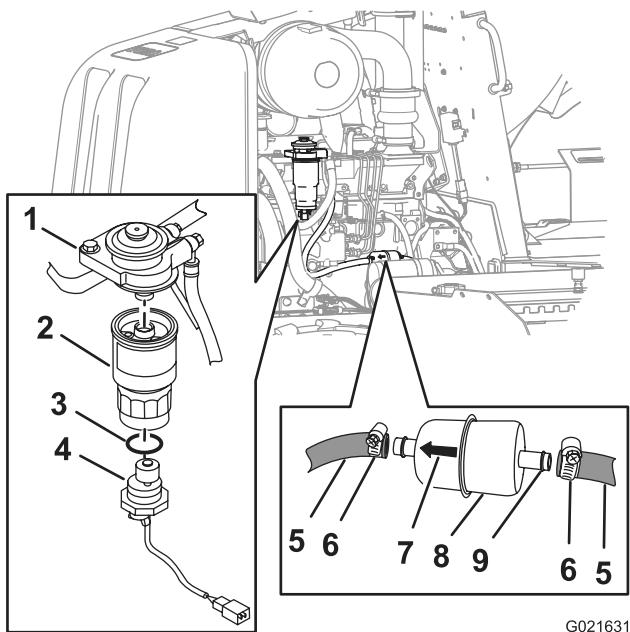

Figura 130
4. Solte as abraçadeiras das mangueiras e desconecte o filtro de combustível primário das mangueiras de combustível (Figura 130).
5. Alinhe no novo filtro de combustível primário com as mangueiras, com a seta impressa no filtro apontada para frente (Figura 130).
6. Encaixe as mangueiras sobre a respectiva espiga no filtro de combustível primário e aperte as abraçadeiras (Figura 130).
- C. Segure com firmeza o elemento do filtro de combustível secundário e gire o sensor de água no sentido anti-horário, removendo o sensor de água (Figura 130).
- D. Segure o filtro de combustível secundário com firmeza e gire-o no sentido anti-horário, removendo o filtro do adaptador (Figura 130).
- Alinhe o novo filtro de combustível secundário com o seu adaptador (Figura 130).
- Alinhe o novo anel "O-ring" sobre o sensor de água (Figura 130).
- Alinhe o sensor de água com o fundo do filtro de combustível secundário (Figura 130).
- Segure o elemento do filtro secundário com firmeza e gire o sensor de água no sentido horário, apertando-o manualmente (Figura 130).